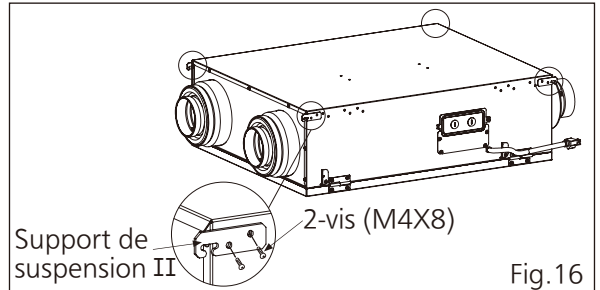

Fig.16
2. Montez le support de suspension II sur le cadre avec la vis (M4X8). (Fig. 16)